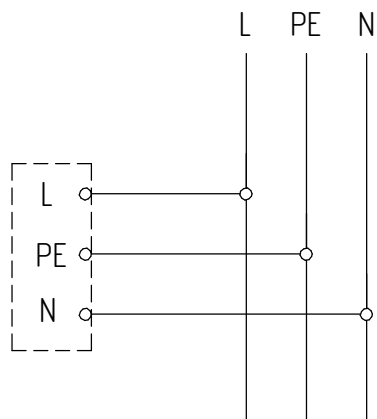

Рисунок 6 - Схема подключения светильника к сети
2) Отогните язычок с клеммной колодкой. Подключите сетевой кабель к клеммной колодке (см. рисунок 6), предварительно протянув его через заглушку, как показано на рисунке 5.
- 4) Отогните язычок с клеммной колодкой. Подключите сетевой кабель к клеммной колодке (см. рисунок 6), предварительно протянув его через заглушку, как показано на рисунке 5.